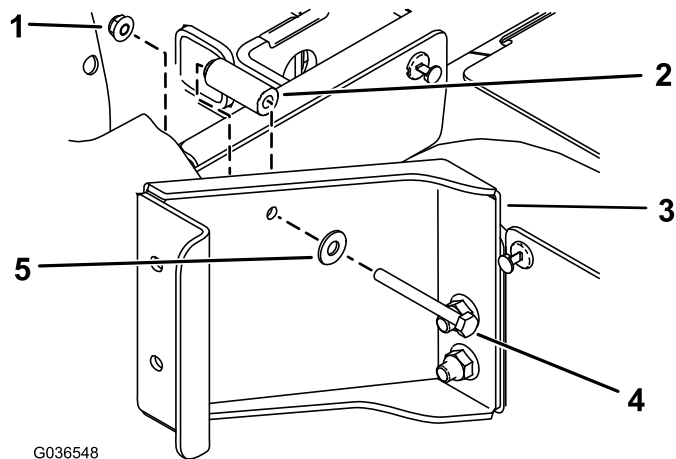

图2
C. 如图2所示, 用 1 个六角头螺栓 ( $\frac{1}{4}$  x  $2\frac{1}{2}$  英寸)、1 个扁平垫圈 ( $\frac{5}{16}$  英寸)、1 个隔片 ( $\frac{9}{32}$  x  $\frac{5}{8}$  英寸) 和 1 个凸缘螺母 ( $\frac{1}{4}$  英寸) 将支架固定到后座椅底座后面。